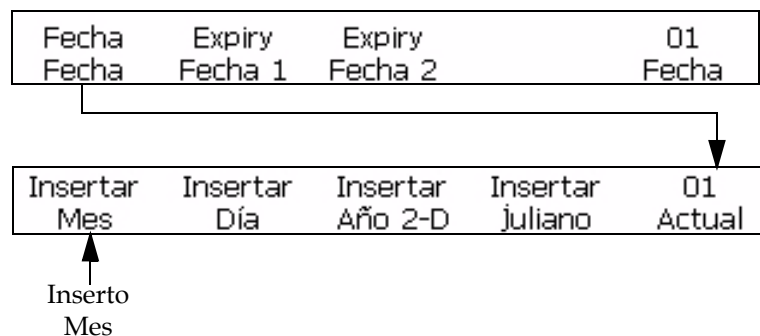

Figura 5-39: Marco <01 Actual>
- 1 Comience en el marco <01 Actual> (01 Edición > 02 Edición - Insertos > 01 Inserto - Fecha > 01 Fecha - Fechas Actuales > 01 Actual). Consulte la Figura 5-39.